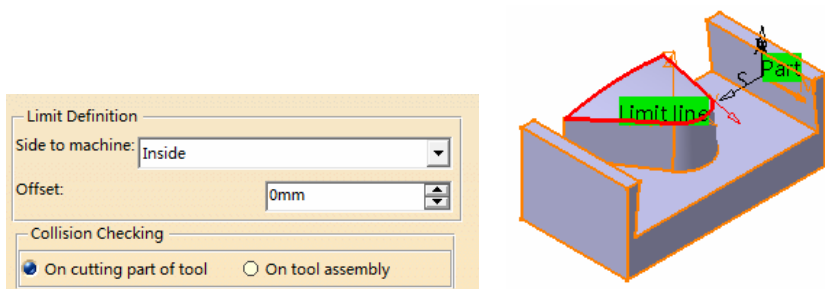
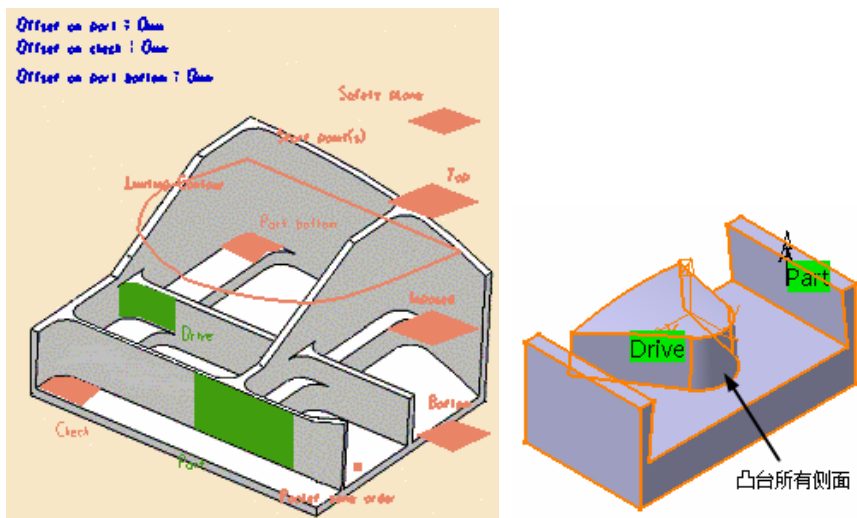

图 5-95 设置边界（2）
图 5-111 设置边界 (3)
- 设置边界（2）。单击边界感应区，选择如图 5-95 所示的边线作为加工边界，双击空白处返回。
● 设置边界 (3)。单击驱动区域感应区，选择如图 5-95 所示的凸台侧面作为驱动区域，双击空白处返回。设置边界 (3) 如图 5-111 所示。